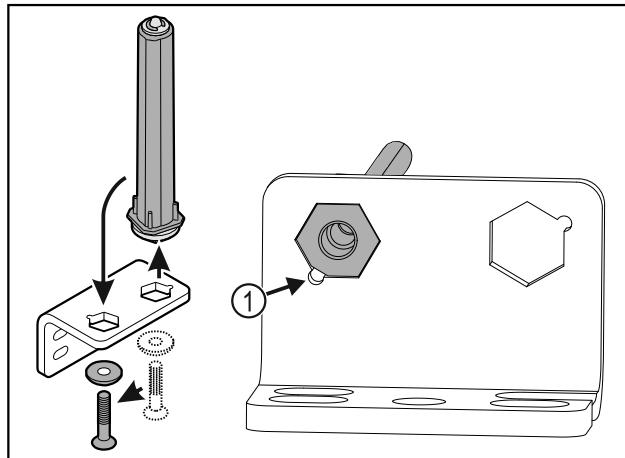

Fig. 39
- Pobrinite se za to da je prilikom umetanja zakošenje na svornjaku Fig. 39 (1) usmjereni prema okrugloj rupi.